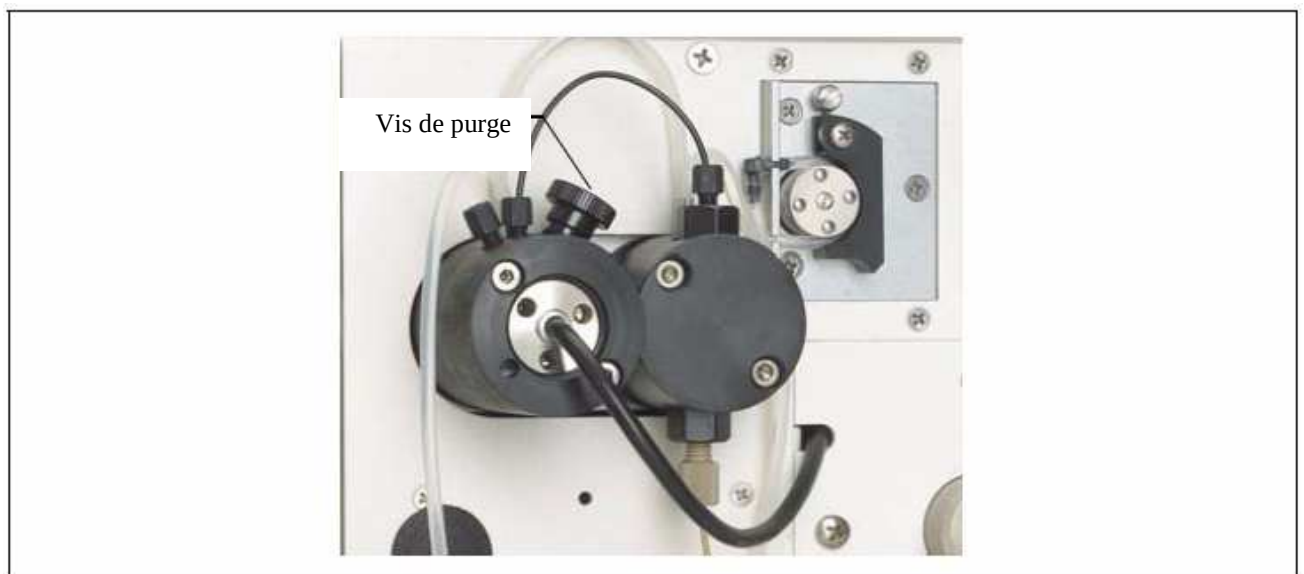

Figure 9.6. Vis de purge de la DP/SP.
4. La vis de purge est située sur la tête de pompe secondaire (voir figure 9.6). Pour enlever la vis de purge, la tourner dans le sens contraire des aiguilles d'une montre jusqu'au bout et la sortir de la tête de pompe.